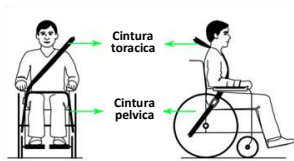

fig. 30
8. Usare sia la cintura pelvica sia la cintura toracica per assicurare l'utente e ridurre al minimo gli spostamenti dell'utente durante l'impatto e con essi le possibilità di impatto con parti del veicolo e il conseguente grave rischio di lesioni all'utente e agli altri occupanti del veicolo (fig. 30 a pag.20).